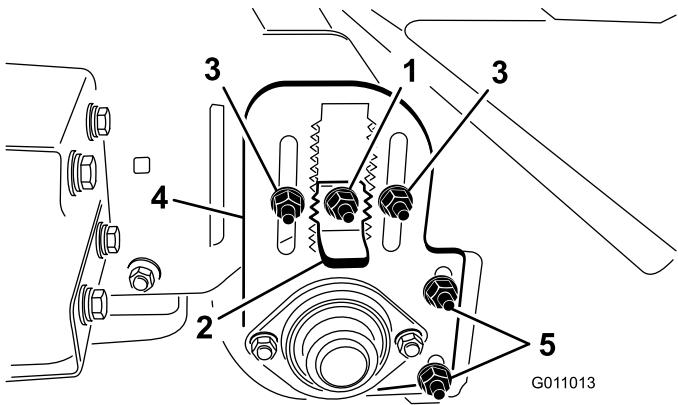

Bild 18
3. Lösen Sie die Sperrmutter am Höheneinstellschlüssel (Bild 18), sodass er ungefähr 1/2 Zoll herausgezogen werden kann.
4. Lösen Sie die Sicherungsmuttern für die Einstellung der Rollenhöhe (Bild 18).
5. Ziehen Sie den Höheneinstellschlüssel heraus und bewegen Sie die Heckrolle nach oben oder unten, indem Sie die Höheneinstellplatte auf die gewünschte Höhe schieben (Bild 18).
Die Rollenschürfleiste (Bild 18) sollte so eingestellt werden, dass ein Abstand von 1,5 mm zwischen der Schürfleiste und der Rolle besteht. Lösen Sie die Einstellmuttern für die Rollenschürfleiste, positionieren Sie die Rolle wie gewünscht und ziehen Sie die Muttern fest.